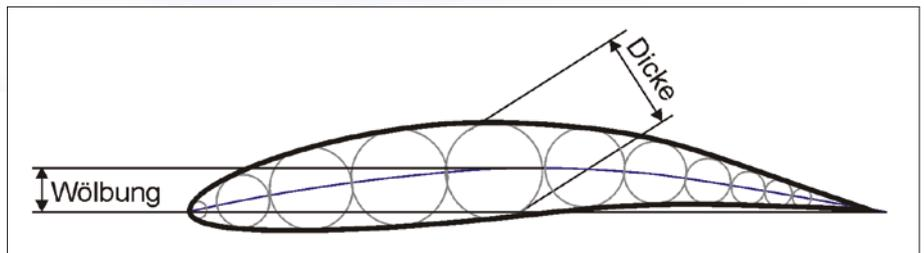
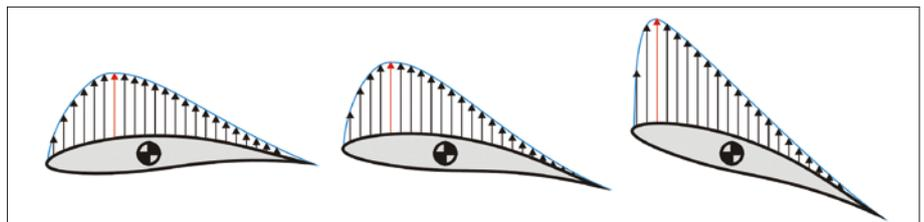

Abbildung 1: Ein klassisches Profil hat eine gewölbte Skelettlinie
Abbildung 2: Mit zunehmendem Anstellwinkel wandert der Druckpunkt nach vorne und erhöht den Anstellwinkel weiter
**E**in klassisches Profil zeichnet sich dadurch aus, dass seine sogenannte Skelettlinie mehr oder weniger stark durchgebogen ist; siehe Abbildung 1. Doch solche Profile zeigen eine sehr unangenehme Verhaltensweise. Sie neigen dazu, einen vorhandenen Anstellwinkel immer weiter anwachsen zu lassen. Das liegt daran, dass mit zunehmendem Anstellwinkel der Druckpunkt des Profils zur Nasenleiste hin wandert; siehe Abbildung 2.